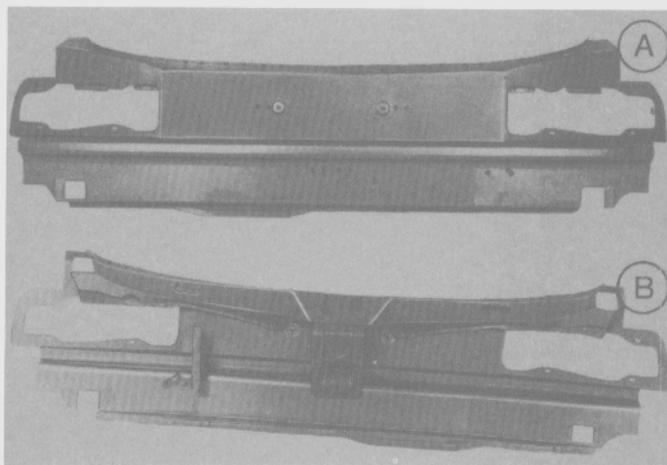

Fig. 276
- Limpiar las superficies de contacto de las pestañas en ambos lados del nuevo panel trasero (Fig. 276).